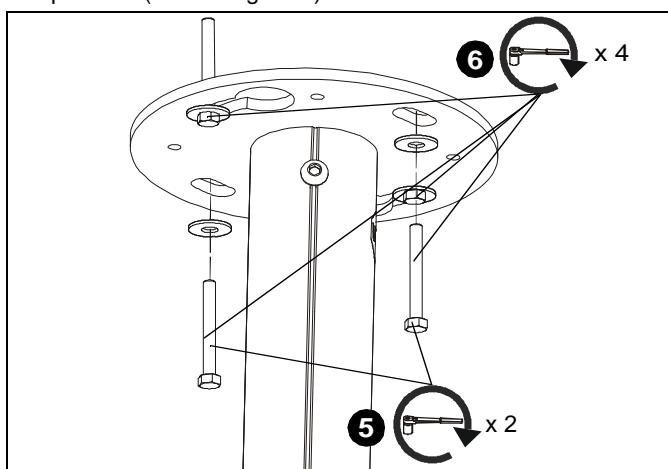

Figure 5
5. Installez deux vis tire-fond de 8 mm x 7 mm (5/16" x 2-3/4") (minimum) (non incluses) dans les trous sur la plaque pour plafond (A) et dans les trous percées dans les contreventements transversaux des montants en bois. (Voir la Figure 5)
6. Serrez les quatre vis tire-fond pour fixer la plaque au plafond. (Voir la Figure 5)